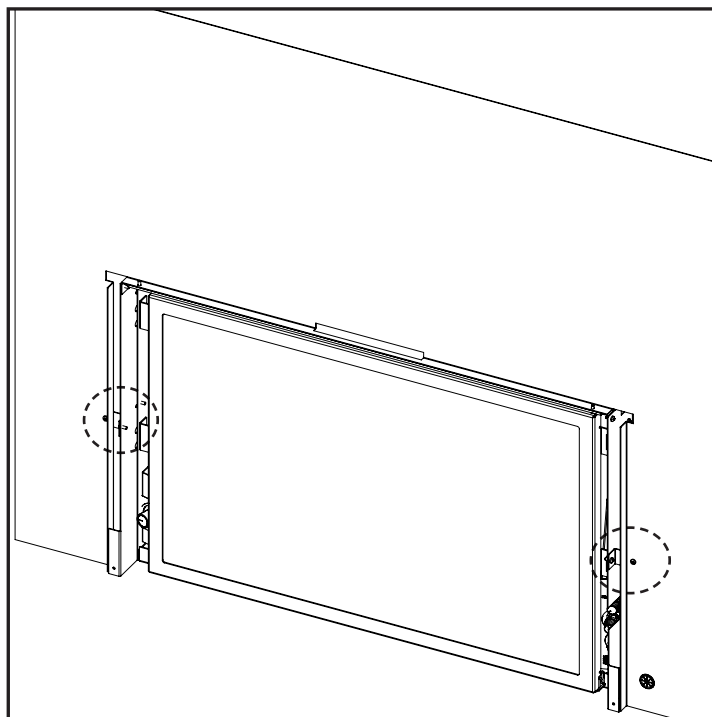

Figure 45: Panneau réglable installer
3. En utilisant les vis restant attacher le panneau réglable au groupe supports à l'aide d'un tournevis Torx T-20 (voir Figure 45).